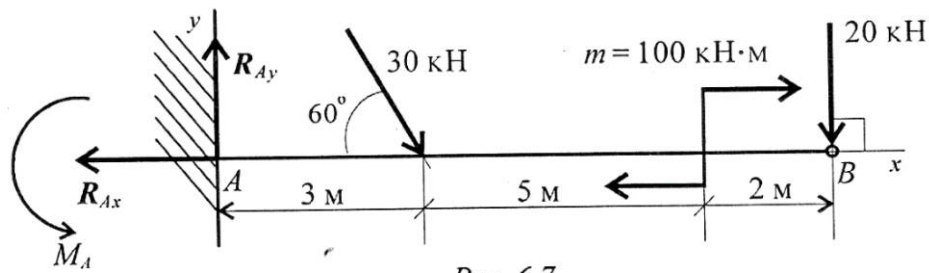

Рис. 5
**Пример 3.** Одноопорная (защемленная) балка нагружена сосредоточенными силами и парой сил. Определить реакции заделки (рис.5)